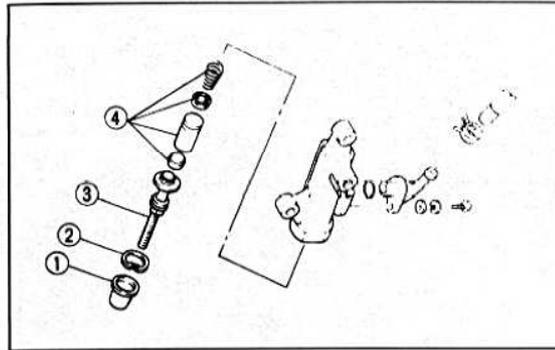

Bild 306
- Die Kolbenteile dem Zylinder entnehmen (Bild 306).